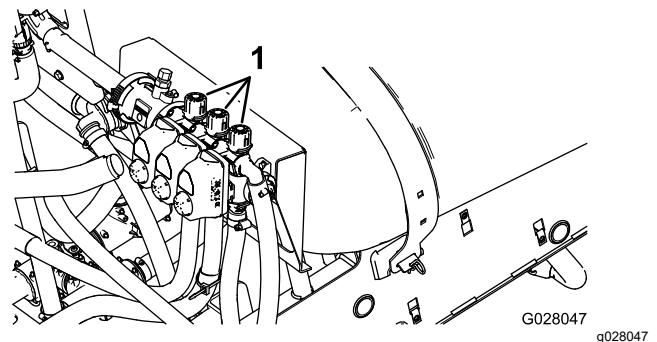

Figura 21
2. Desligue a secção esquerda e ajuste o manípulo de derivação da secção (Figura 21) até que a leitura da pressão se encontre no nível previamente ajustado (habitualmente 2,75 bar).
4. Ajuste o manípulo de derivação da secção direita (Figura 21) até que a leitura da pressão se encontre no nível previamente ajustado (habitualmente 2,75 bar).
6. Ajuste o manípulo de derivação da secção central (Figura 21) até que a leitura da pressão se encontre no nível previamente ajustado (habitualmente 2,75 bar).